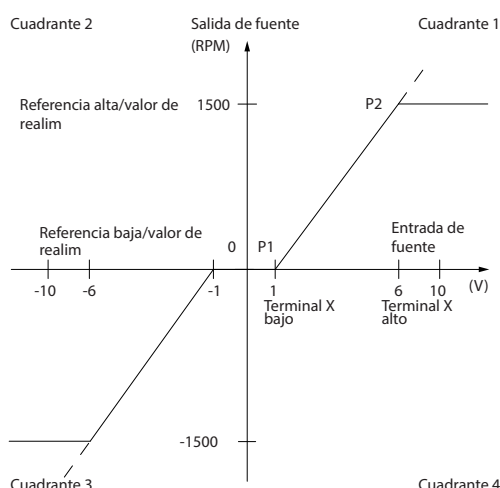

Ilustración 15.7 Banda muerta
- El valor de referencia mínimo (consulte la *Tabla 15.1* para obtener el parámetro apropiado) o bien el valor de referencia máximo debe ser igual a cero. En otras palabras; P1 o P2 deben estar en el eje X en la *Ilustración 15.7*.
P1 o P2 definen el tamaño de la banda muerta. Consulte el *Ilustración 15.7*.